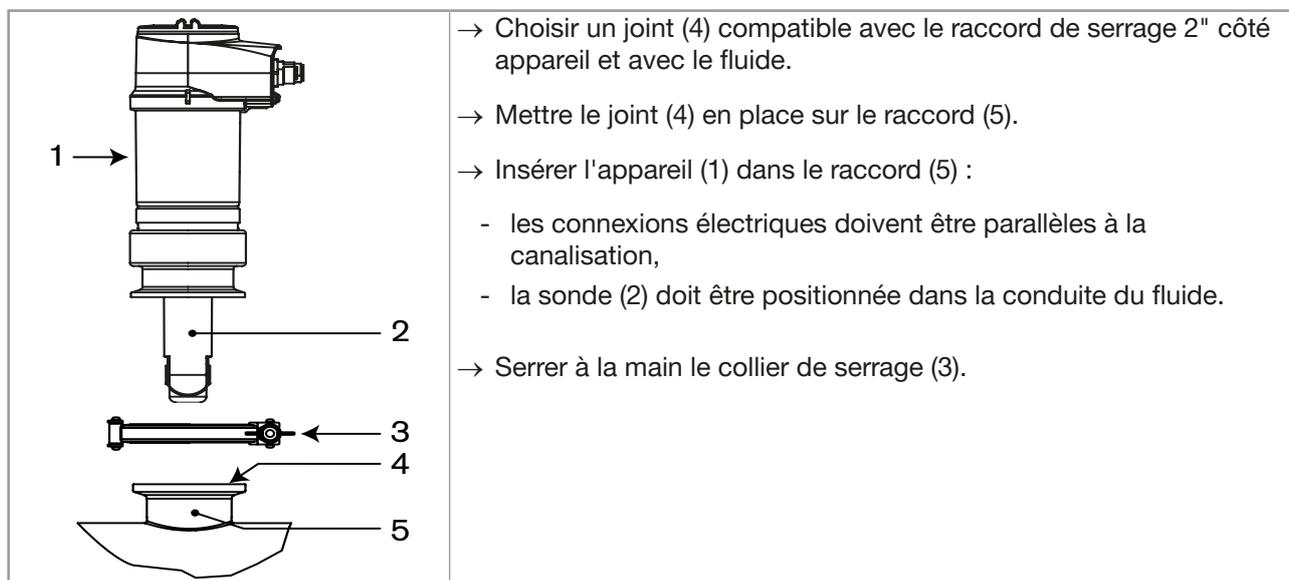

Fig. 11 : Installation d'une variante d'appareil avec raccord de serrage 2" sur la canalisation
→ Monter le raccord sur la canalisation en respectant les instructions du manuel d'utilisation du raccord utilisé (non fourni). Il est représenté à titre d'exemple sur la Fig. 11, page 23, et indiqué par le repère (5).
→ Installer l'appareil dans le raccord, comme l'indique la Fig. 11.